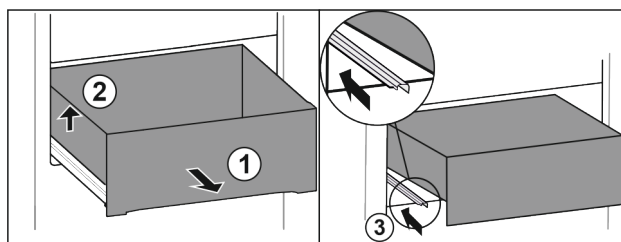

Fig. 21
► Tirer le tiroir jusqu'en butée. Fig. 21 (1)
► Soulever le tiroir sur la gauche. Fig. 21 (2)
- ▶ Rentrer le rail de gauche. *Fig. 21 (3)*